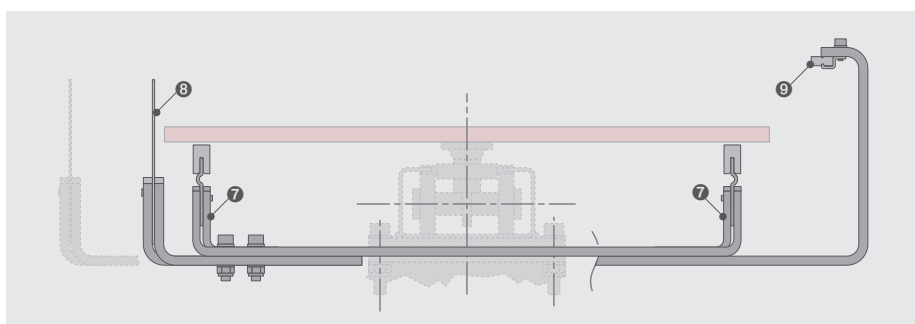

Abbildung 3.1.3 – Typ PL
- Stahlblechstreifen (7) (Typ PL – Abb. 3.1.3)